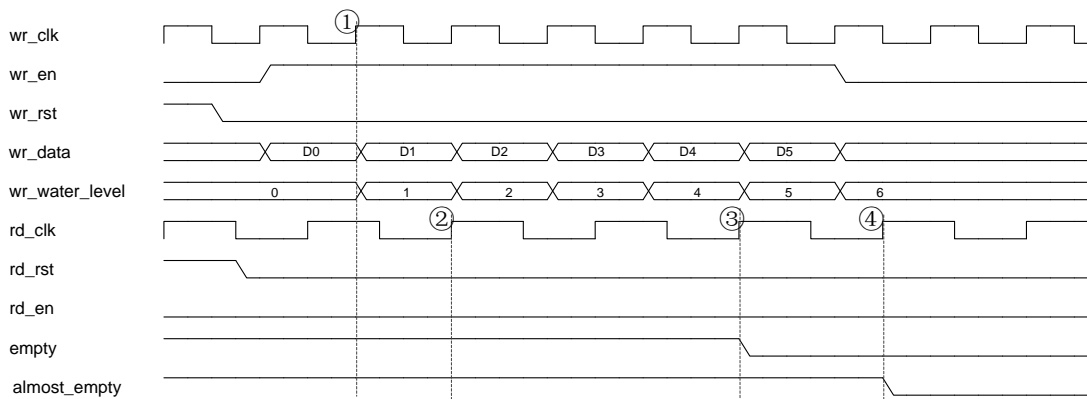
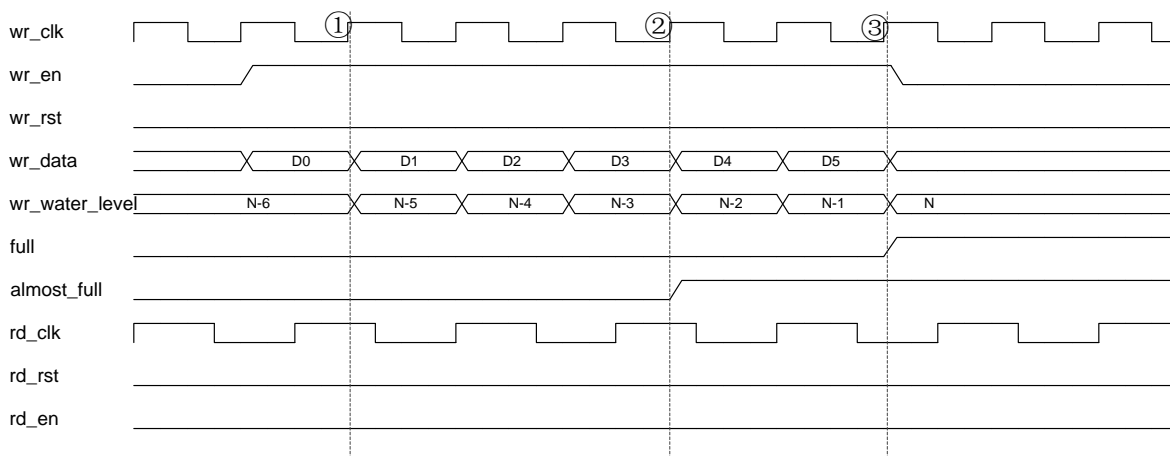

图 2-32 异步 FIFO 空状态写入时序图
图 2-33 异步 FIFO 即将写满时序图
对于异步 FIFO，图 2-32 和图 2-33 分别是在空状态写入和即将写满的时序图。时序图中的 FIFO 深度为 N，Almost Full Numbers 配置为 N-2，Almost Empty Numbers 配置为 2。
在图 2-32 中，FIFO 复位后 empty 信号为“1”，指示 FIFO 为空，此时，almost_empty 信号也为“1”。当 wr_en 有效开始写入数据后（wr_clk 上升沿①），empty 信号在第一个有效数据写入后的第 3 个读时钟上升沿置“0”（rd_clk 上升沿③）。如果 wr_en 继续有效，almost_empty 信号会根据配置的 Almost Empty Numbers 参数值延迟置“0”（rd_clk 上升沿④）。和同步 FIFO 一样，wr_water_level 信号在 wr_en 有效下递增计数。
在图 2-33 中，深度为 N 的 FIFO 已经存有一些数据，如果 wr_en 开始有效并继续写入数据（wr_clk 上升沿①），当写指针与读指针的差值等于 ALMOST_FULL_NUM 参数值时，almost_full 标志将置“1”（wr_clk 上升沿②）。当 FIFO 写满时（wr_clk 上升沿③），full 信号立刻置“1”。